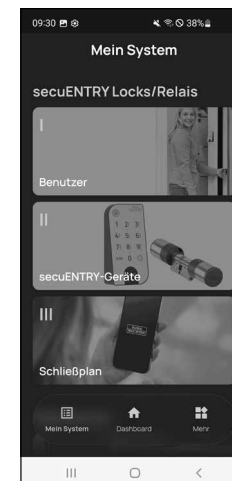

Abb. 8
- 8 Sie können das Menü (*/ Benutzer*) nun verlassen. Kehren Sie in das Menü „Mein System“ zurück (Abb. 8).